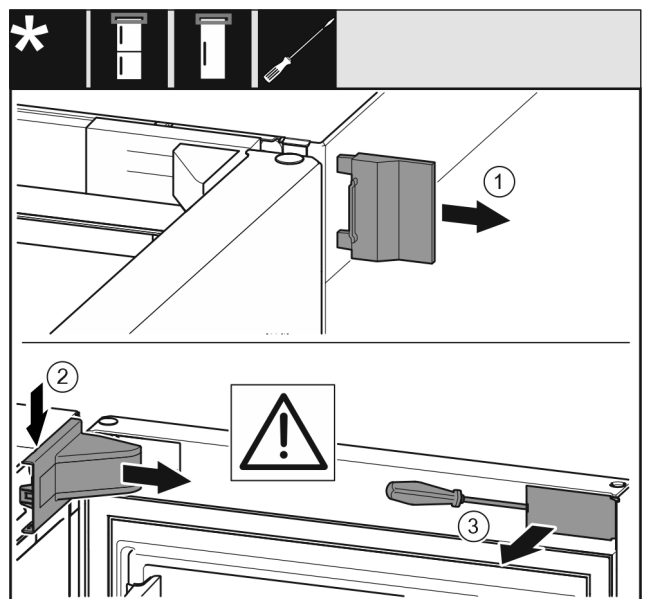

Fig. 11
- Noņemiet ārējo pārsegu. *Fig. 11 (1)*
- Atbrīvojiet un atvienojiet gultņa balsta pārsegu. Noņemiet gultņa balsta pārsegu. *Fig. 11 (2)*
- Atbrīvojiet aizsegu ar plakano skrūvgriezi un pagrieziet uz sāniem. *Fig. 11 (3)*